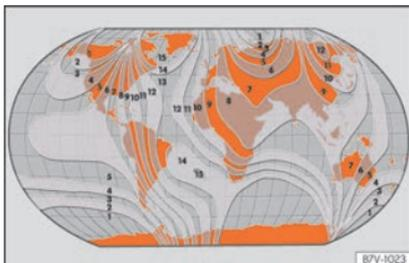

Fig. 121 Zones magnétiques.
- Sélectionnez la zone magnétique correspondant à la situation du véhicule »» fig. 121.